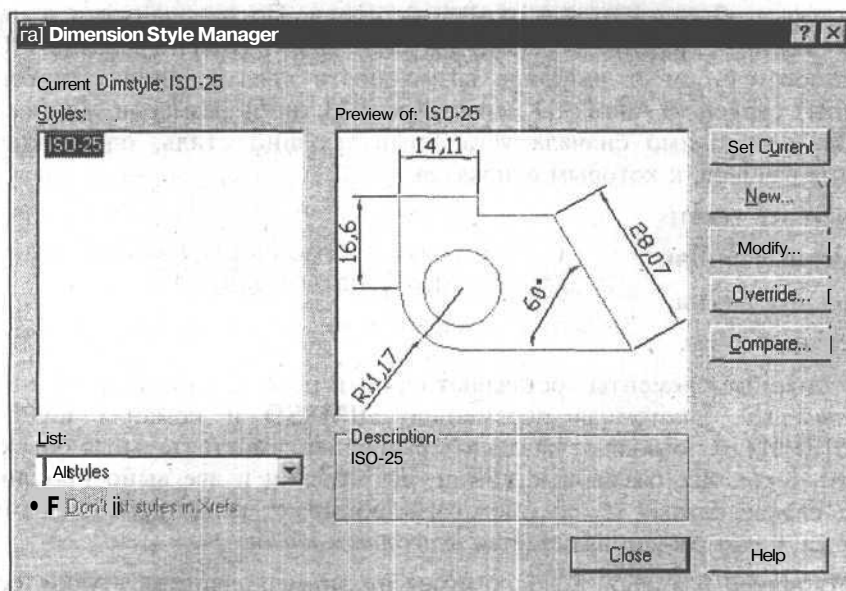

Рис. 10.1. Диалоговое окно диспетчера размерных стилей
1. Откройте меню **Format** (Формат) и выберите в нем **Dimension style** (Размерный стиль) или щелкните мышью на кнопке  **Dimension style manager** (Диспетчер размерного стиля) панели инструментов **Styles** (Стили). Появится диалоговое окно **Dimension Style Manager** (Диспетчер размерных стилей) (рис. 10.1). Кнопки в этом окне предназначены для реализации следующих операций.